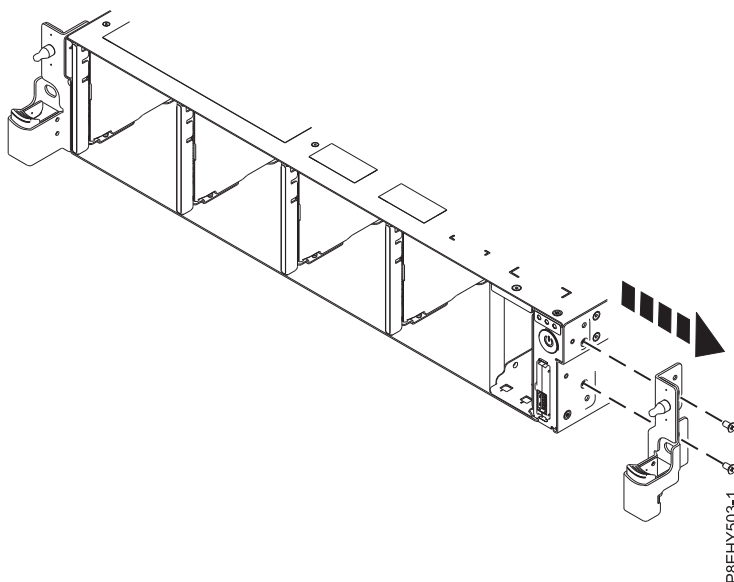

Figure 57. Retrait du support d'installation en armoire
7. Retirez le support d'installation en armoire du côté du système. Voir figure 57.